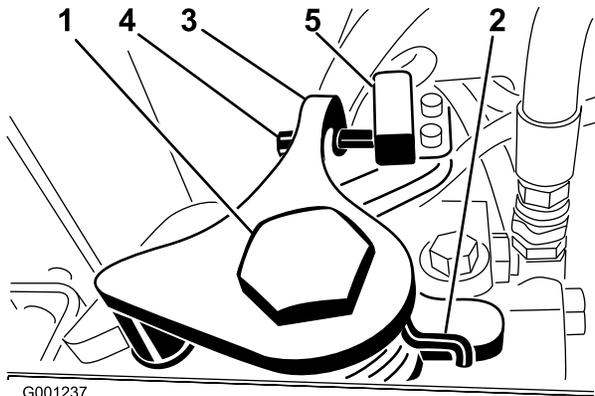

Figure 56
3. Desserrez la vis de retenue de l'autre côté de la came de réglage de transmission (Figure 56).
7. Réglez la vis sur le bras de retour au point mort (Figure 56) jusqu'à ce que la vis et le contacteur soient espacés de 2,286–3,048 mm.